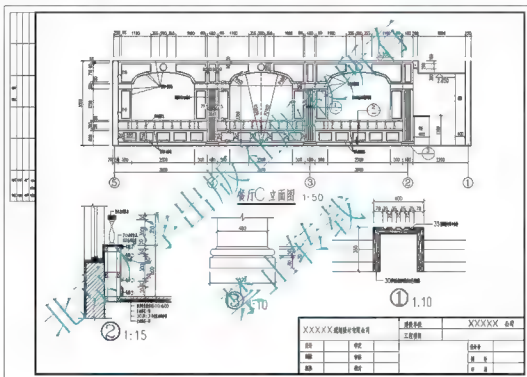

图 5.120 布置图形
(6) 插入“A3”图框：由于“A3”图框图块是按1:1比例制作的，所以在【插入】对话框中勾选【统一比例】复选框，将比例值设置为“50”，结果如图5.120所示。